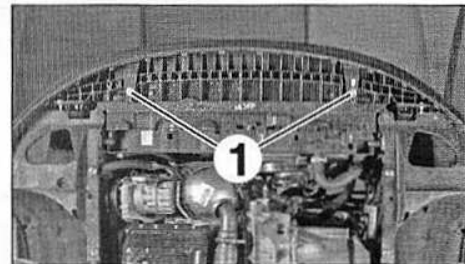

FIG.64
- les vis inférieures (1) de bouclier (Fig.64),